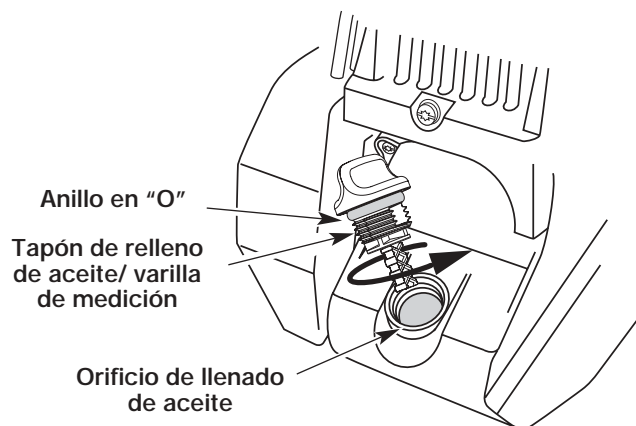

Fig. 17
3. Saque el tapón de aceite/ varilla de medición del cigüeñal (Fig. 17).